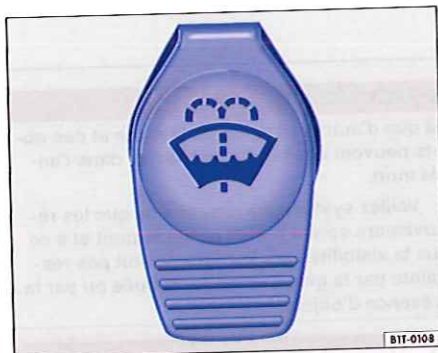

Fig. 95 Dans le compartiment-moteur : bouchon du réservoir de liquide de lave-glace.
- Le réservoir de lave-glace est repéré par le symbole  figurant sur le couvercle ⇒ fig. 95.